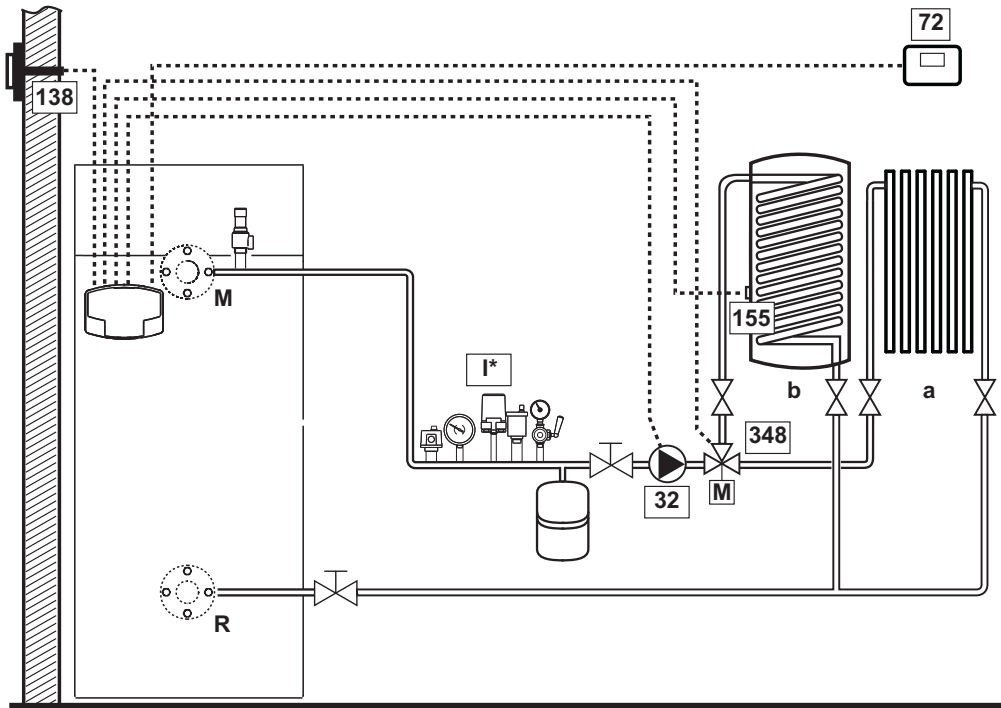
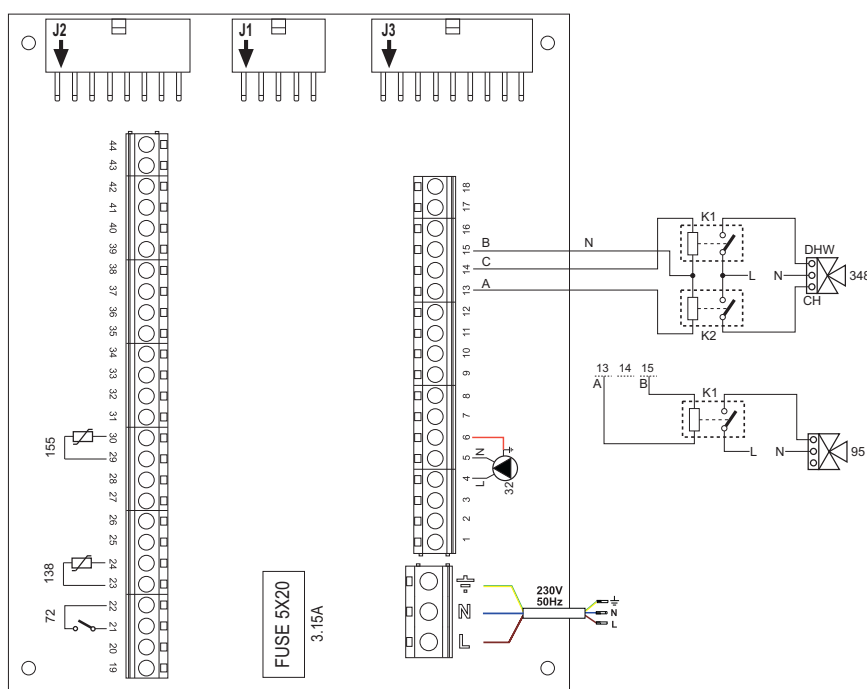

fig. 43
fig. 44
**Pour éviter d'endommager la carte, il est recommandé d'utiliser des relais externes pour contrôler la vanne 3 voies, comme indiqué dans fig. 44.**
#### Légende (fig. 43 et fig. 44)